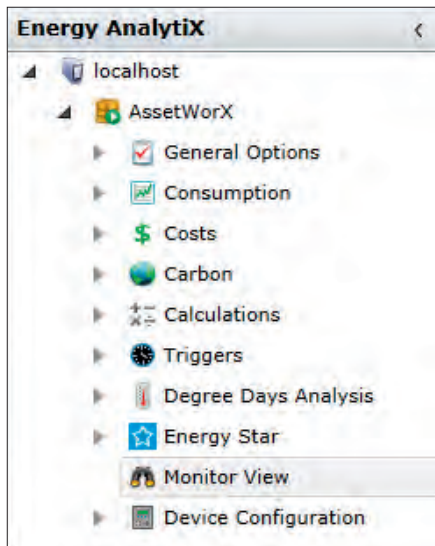

Рис. 1. Energy AnalytiX в Workbench-SL
- перед началом работы у вас должно быть представление общей структуры энергопотребляющего оборудования (*Активов, Assets*) в виде дерева, для которого вы планируете использовать Energy AnalytiX. **Примечание.** Инструменты настройки Energy AnalytiX и AssetWorX появятся в виде встроенных активных компонентов Workbench-SL в области Project Explorer, как показано на рис. 1.